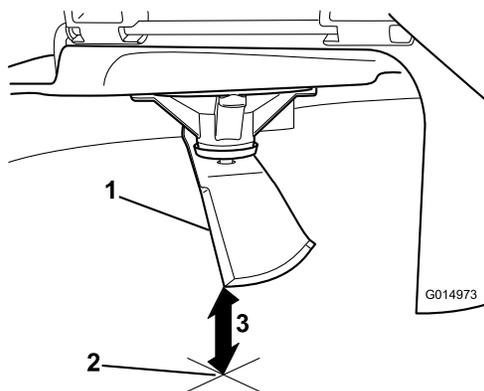

Рисунок 77
3. Измерьте расстояние от конца ножа до плоской поверхности (Рисунок 77).